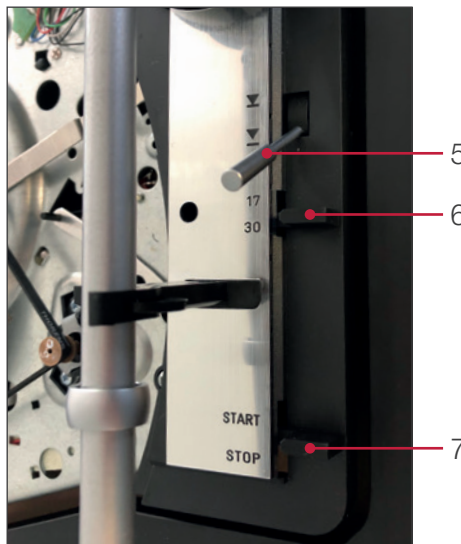

Рис. 8
С помощью кн (6), расположенной с правой стороны рядом с тонармом, можно предварительно настроить диаметр пластинок, где значение 17 см используется для синглов, а значение 30 см для долгоиграющих виниловых пластинок. Эта функция необходима только в том случае, когда управление проигрывателем осуществляется в автоматическом режиме. (Рис. 8)
Снимите прозрачную защитную крышку иглы, осторожно потянув ее на себя. Рычаг подъема (5) должен находиться в положении UP (Вверх). Установите рукоятку (7) в положение Start и тонарм автоматически опустится на пластинку (Рис. 8)
Установите рычаг подъема (5) в положение UP (Вверх). Снимите тонарм с подставки и установите его над вводной канавкой пластинки. Сейчас электродвигатель и опорный диск начнут вращаться. При опускании рычага подъема (5) тонарм плавно опускается, что очень благоприятно сказывается на ваших любимых пластинках. С помощью рычага подъема тонарм может повторно перемещаться вверх и вниз в любом направлении относительно пластинки при одновременном вращении опорного диска (Рис. 8)
После достижения выводной канавки тонарм автоматически поднимается и возвращается на свою подставку. Электродвигатель выключается. Вы также можете выключить проигрыватель путем перемещения рукоятки (7) в положение Stop, или путем поднятия рычага подъема (5) в положение UP (Вверх) и возврата тонарма рукой в положение на держатель. (Рис. 8)